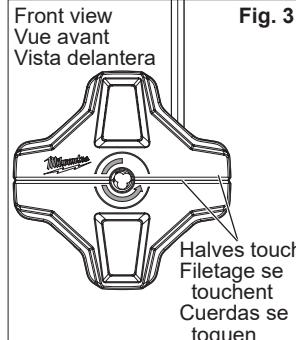

Fig. 3
- Ensure the PET tape stays in the hole while tightening screws with the 4 mm Hex key until thread former halves touch (Fig. 3). Do not overtighten.
- Constatier que le ruban PET reste dans l'orifice lorsque les vis sont serrées à l'aide de la clé hexagonale de 4 mm jusqu'à ce que les deux moitiés de la matrice de filetage se touchent (Fig. 3). Ne pas trop serrer.
- Asegúrese de que la cinta PET permanezca dentro del orificio mientras apriete los tornillos con la llave hexagonal de 4 mm hasta que las dos mitades de la guía de cuerdas se toquen (Fig. 3). No apriete de más.